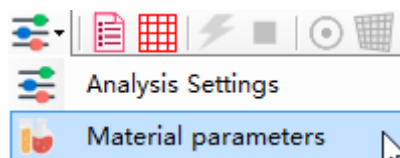
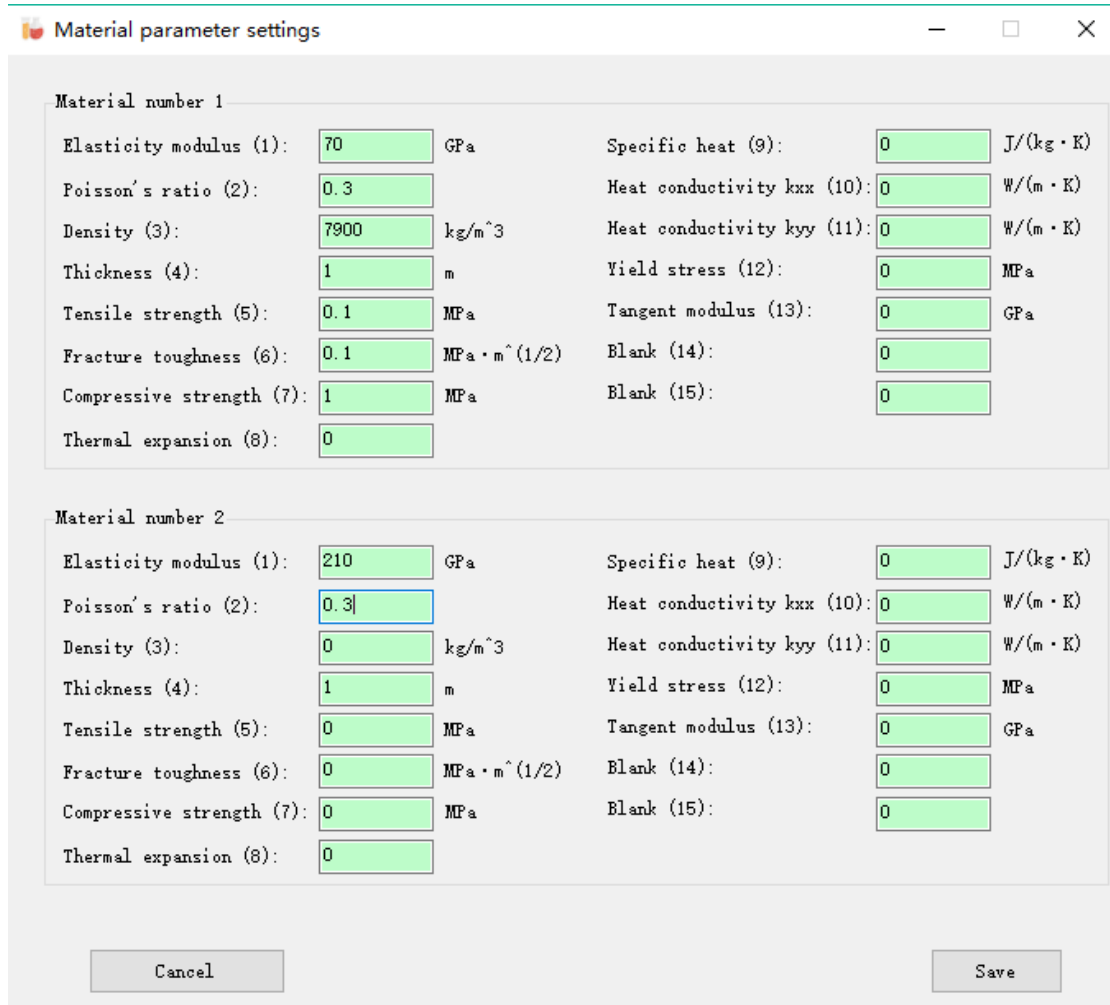

图 18 Material parameters 操作程序截图
图 19 Material parameter settings 窗口设置
(7) 材料参数设置。单击工具栏上的  按钮，如图 18 所示。在弹出的 *Material parameters settings* 对话框中设置材料 1 和材料 2 的参数，具体设置见图 19。